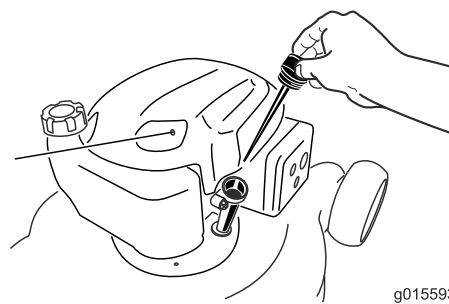

Figura 26
6. Retire a vareta no tubo de enchimento de óleo (Figura 26).